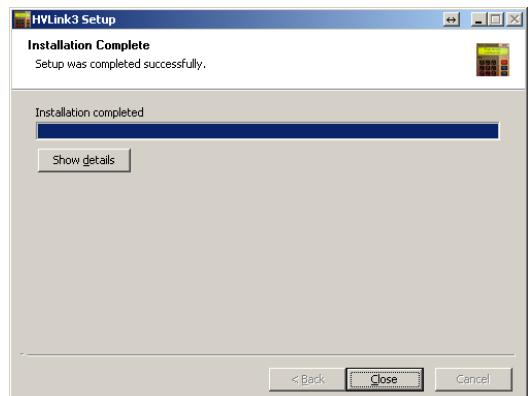

Рисунок 8.15
- 3) На экране появится окно (рисунок 8.15), для завершения установки программы щелкнуть по кнопке **Close**. На Рабочем столе ПК появится ярлык  для запуска программы чтения архива.